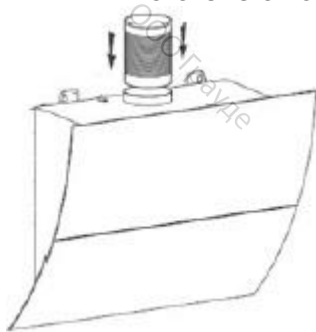

Рисунок 3
5. Установите обратный клапан и соединительный воздуховод на вытяжку, закрепив их винтами (см. рис. 3).